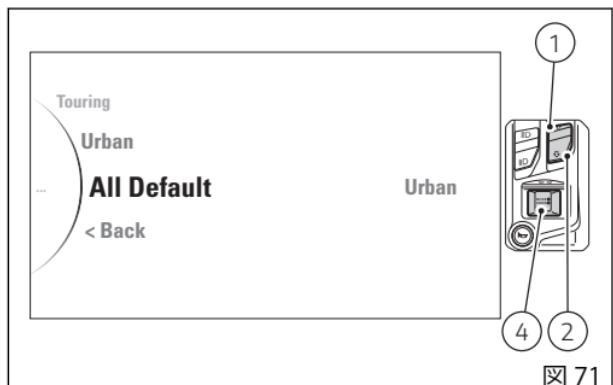

図 71
- “All Default” を選択します (図 71)。